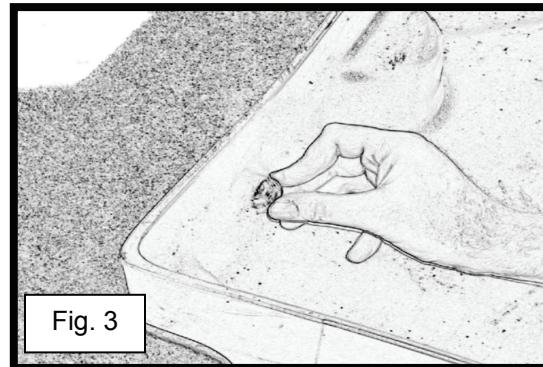
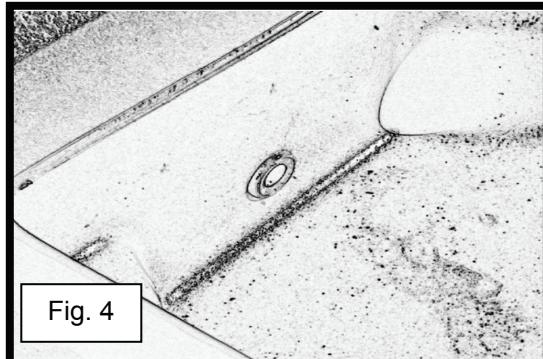

Fig. 3
Fig. 4
- 3) Insérer la rondelle de caoutchouc dans le trou percé (consulter la fig. 3). Utiliser la pointe du tournevis et le couteau à mastic pour insérer la rondelle dans le trou. Enfoncer la rondelle dans le trou par les deux côté du dispositif d'accumulation. Une fois la rondelle bien enfoncée, elle devrait être placée comme le montre la figure 4. Refaire l'étape 3 pour l'autre dispositif d'accumulation.